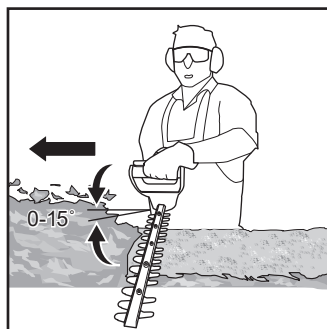

Fig. 6
- Depois de cortar dos lados, avance para o topo. Tente manter o dispositivo de corte a um ângulo de aproximadamente 15° em relação à superfície a cortar (Fig. 6).